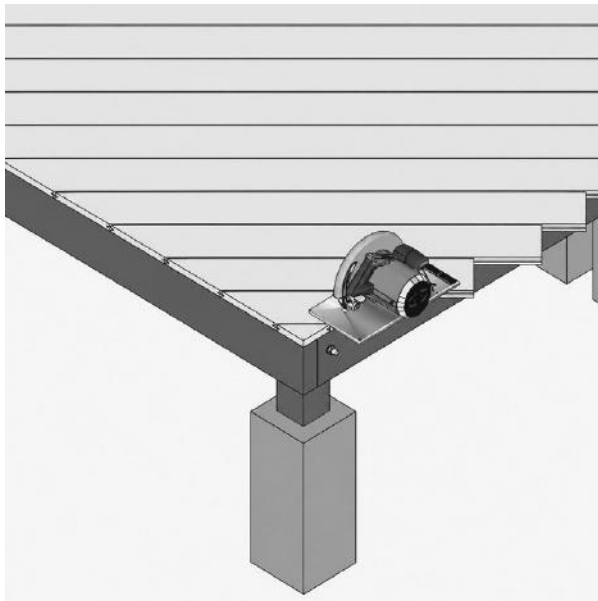

FIG. 13 – DÉBORD DES LAMES DE TERRASSE COUPÉ AVEC UNE SCIE CIRCULAIRE
- 03 Une fois toutes les lames fixées en place, coupez le débord des lames de terrasse avec une scie circulaire (fig. 13). Terminez la terrasse par les finitions selon les sections bandeau, profilé d'angle ou lame de rive.